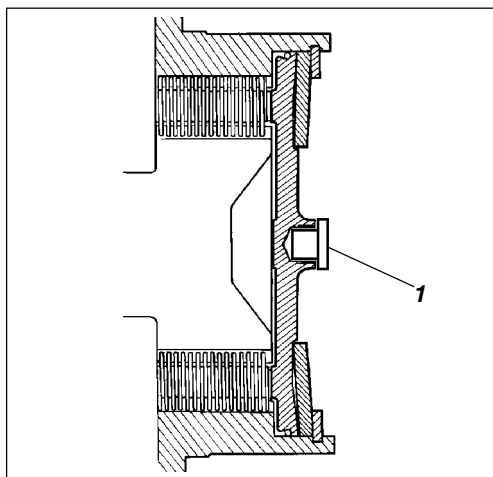

Рис. 38 Корпус тормоза
1. Удалить центральную пробку (1) (рис. 38) с помощью отвертки.
2. Выкрутить приспособление (1) из резьбового отверстия. Установить приспособление (1) в центральное отверстие, закручивая винт (2), пока оно не дойдет до дна отверстия. Затянуть до упора гайку (3) на приспособлении, после чего тормоза будут отключены.
4. По окончании буксировки открутить гайку. Тормоза восстанавливаются. Открутить приспособление и установить его на место. Установить на место центральную пробку (1), которая защищает резьбовое отверстие от грязи и ржавчины.